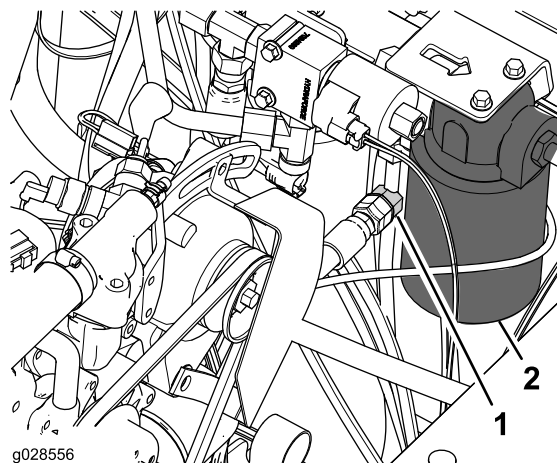

Figura 8
- Rimuovete il tappo dal raccordo a T nel tubo idraulico vicino al filtro dell'olio della trasmissione (Figura 8).
- Collegate l'estremità libera del flessibile (3/8 x 55,6 poll.) al raccordo a T (Figura 8) e serrate il dado orientabile del flessibile a una coppia di 37–45 N m.
- Collegate l'estremità libera del flessibile (3/8 x 85,2 poll.) al raccordo a T (Figura 8) e serrate il dado orientabile del flessibile a una coppia di 37–45 N m.